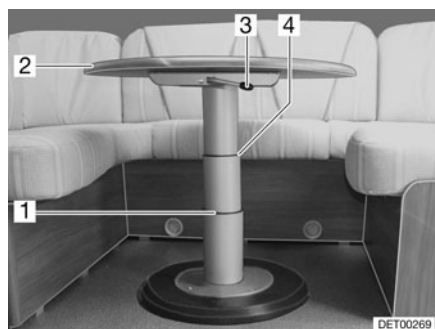

Fig. 64 Table à hauteur réglable de la dinette en U
- Faire basculer le levier de verrouillage (Fig. 64,3) vers la gauche. Le verrouillage est ouvert.
- Appuyer le plateau de table (Fig. 64,2) au milieu vers le bas jusqu'à la butée désirée (Fig. 64,1 ou 4) et le maintenir appuyé.
- Faire basculer le levier de verrouillage (Fig. 64,3) vers la gauche. La table à hauteur réglable est verrouillée.